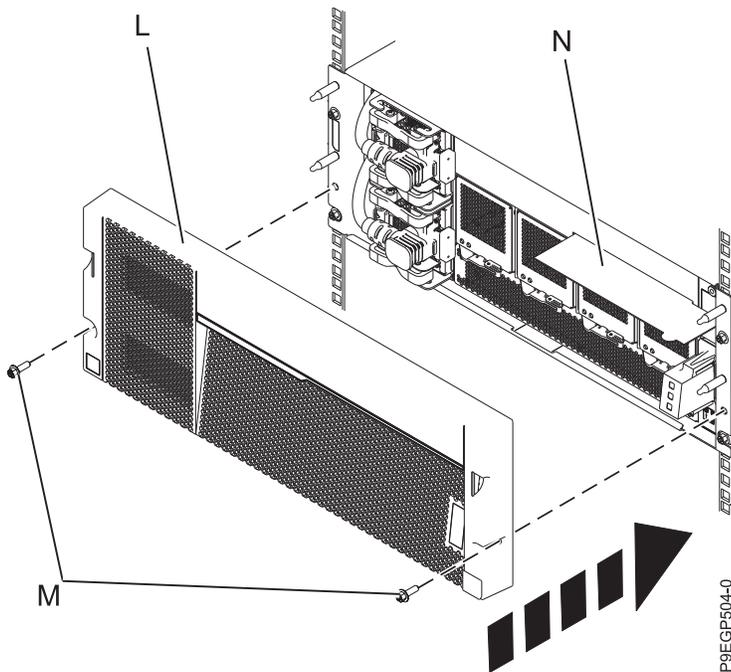

Figura 10. Colocación de la cubierta y de la tarjeta de información de servicio
7. Coloque la cubierta **(L)** en el cajón. Presione la cubierta en su lugar fijándola con los dos tornillos M5 **(M)** en los rieles de la derecha y de la izquierda. Consulte la Figura 10 en la página 12.
8. Inserte la tarjeta de información (N) en la ranura de la cubierta.